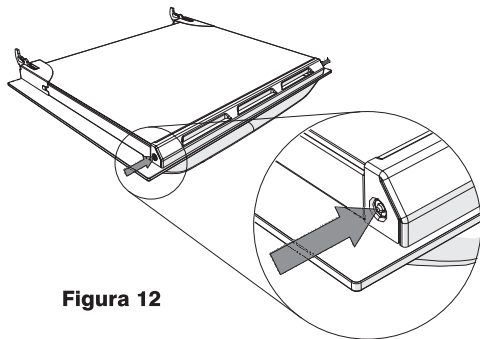

Figura 12
2. Presione con las dos manos los pines a los lados de la tapa superior (Figura 12).